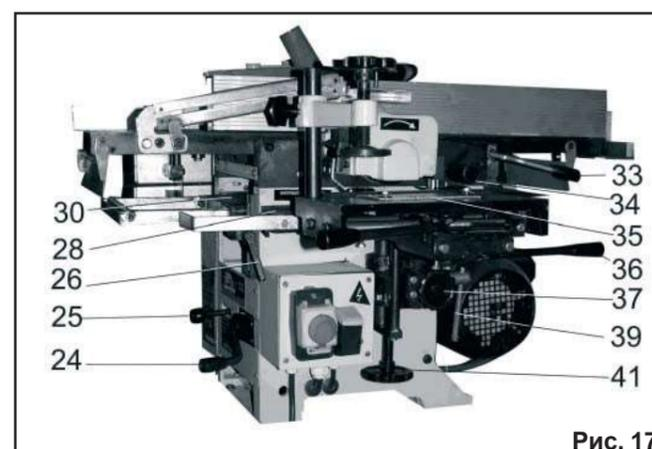

Рис. 17
9.5. Регулировка стола подачи (Рис. 17)